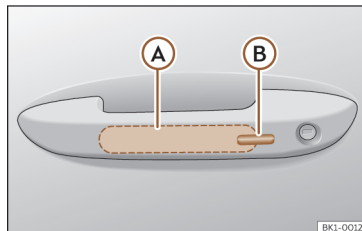

Fig. 69 Manípulo da porta: superfícies sensoras.
>>> Fig. 69
- Toque na superfície sensora >>> **Fig. 69 (B)** situada no lado exterior do manípulo da porta. Todos os indicadores de direção piscam uma vez.
- Antes de passarem 5 segundos, toque uma vez no sensor do lado exterior do manípulo da porta >>> **Fig. 69 (B)**. Ao fazê-lo, não agarre o manípulo. O sistema Keyless Access fica desativado temporariamente.
Para fechar com a função de conforto todas as janelas elétricas e o teto de vidro, mantenha um dedo durante uns segundos sobre a superfície sensora de bloqueio >>> **Fig. 69 (B)** do manípulo da porta até que as janelas e o teto se tenham fechado.